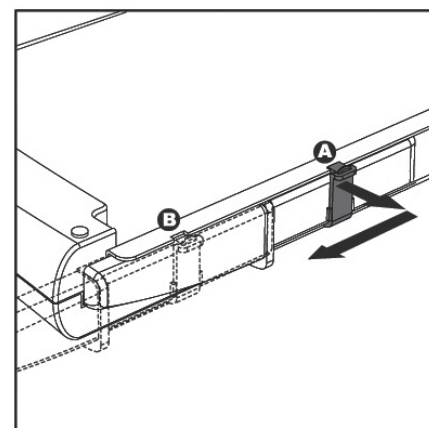

fig. 1
- Le levier de guillotine de la cisaille est bloqué. Dégagez le verrou de blocage vers l'arrière et déplacez-le de A vers B comme indiqué sur la figure (cf. figure 1).